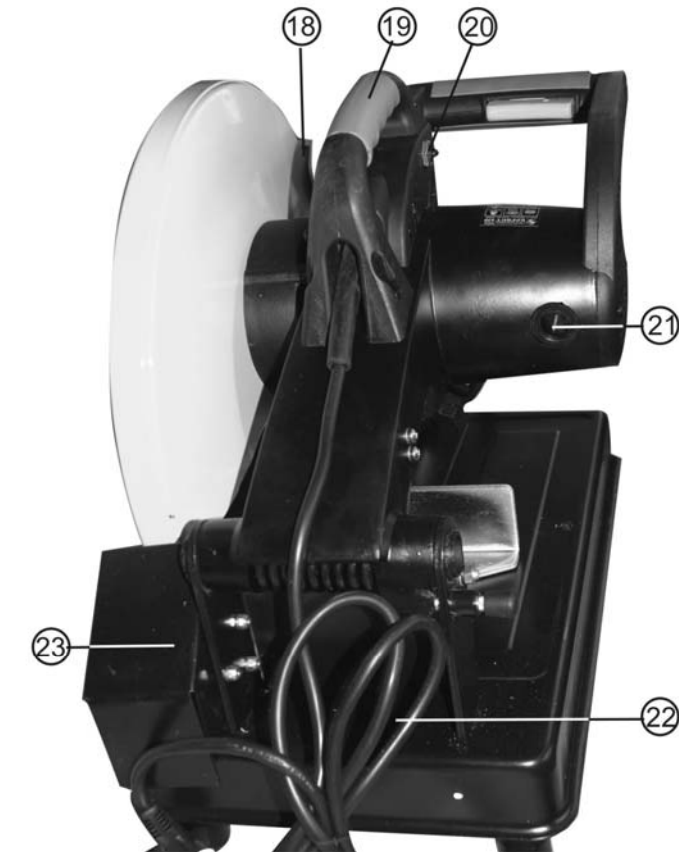

Рис. 3
14.1. Периодически удаляйте стружку и пыль из пылесборника (23), Рис. 3, и со всех резьбовых и подвижных узлов и механизмов машины.
ВНИМАНИЕ: Перед регулировкой узлов и механизмов машины отсоедините вилку шнура электропитания (21) от розетки электросети, Рис.3.